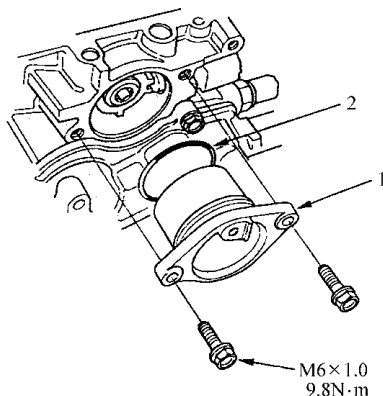

图 2-100 安装凸轮轴止推盖
3) 使用一个新的 O 形密封圈安装凸轮轴止推盖, 安装方法如图 2-100 所示。